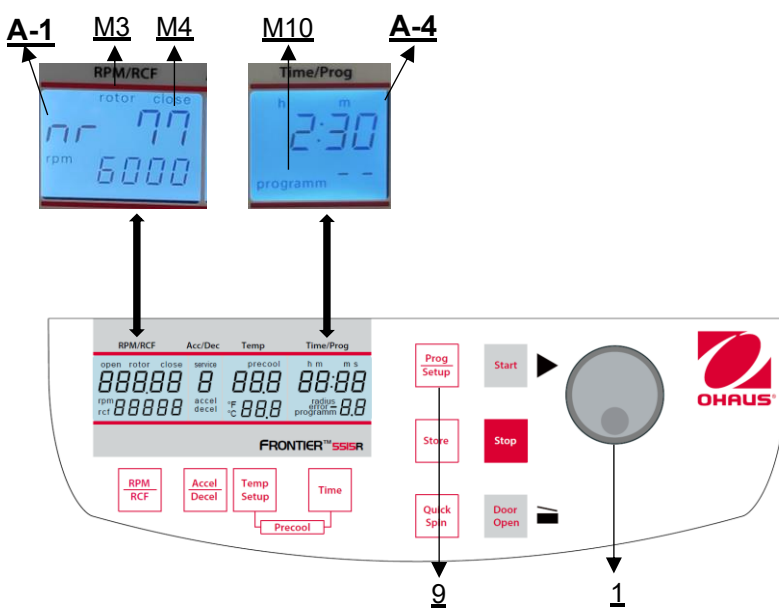

Figura 25
Per richiamare i programmi memorizzati, premere il tasto **"Prog/Setup"** (9) (vedere Figura 25) quando il coperchio è già chiuso. Sul display **"Time/Prog"** (A-4) appare **"program--"** (M10). Il numero di programma desiderato può essere preselezionato con la manopola di regolazione (1).
Per uscire dalla modalità di programmazione è sufficiente premere il tasto **"Prog/Setup"** (9) (vedere Figura 25). A questo punto sul display appare